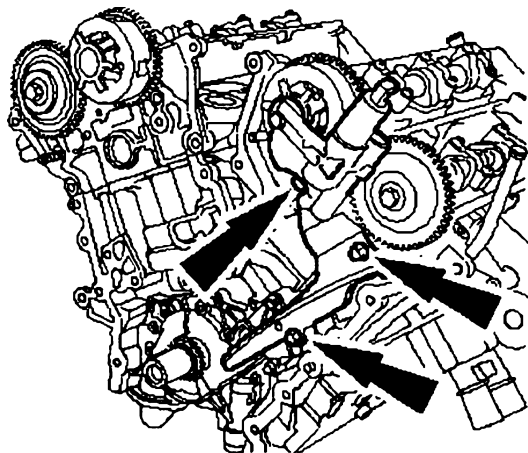

图 11-14 拆卸左侧正时链条张紧器外侧导轨
18) 拆卸左侧正时链条张紧器外侧导轨, 如图 11-14 所示。